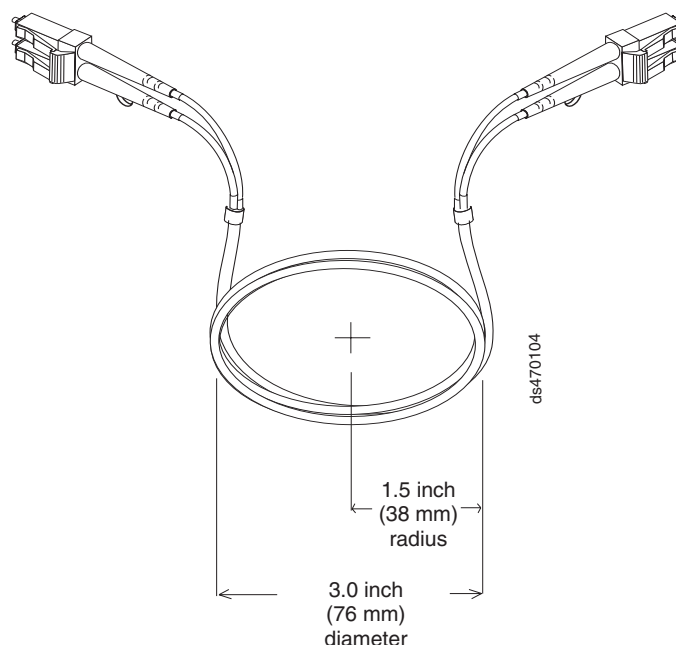

Figura 19. Especificações Recomendadas de Curvatura e Looping para Cabos de Fibra Ótica
- Ao armazenar cabos de fibra ótica em excesso ou não utilizados, não entorte os cabos em um diâmetro menor que 76 mm (3 pol.) ou em um raio menor que 38 mm (1,5 pol.) ou enrole-os ao redor deles mesmos. Consulte Figura 19.